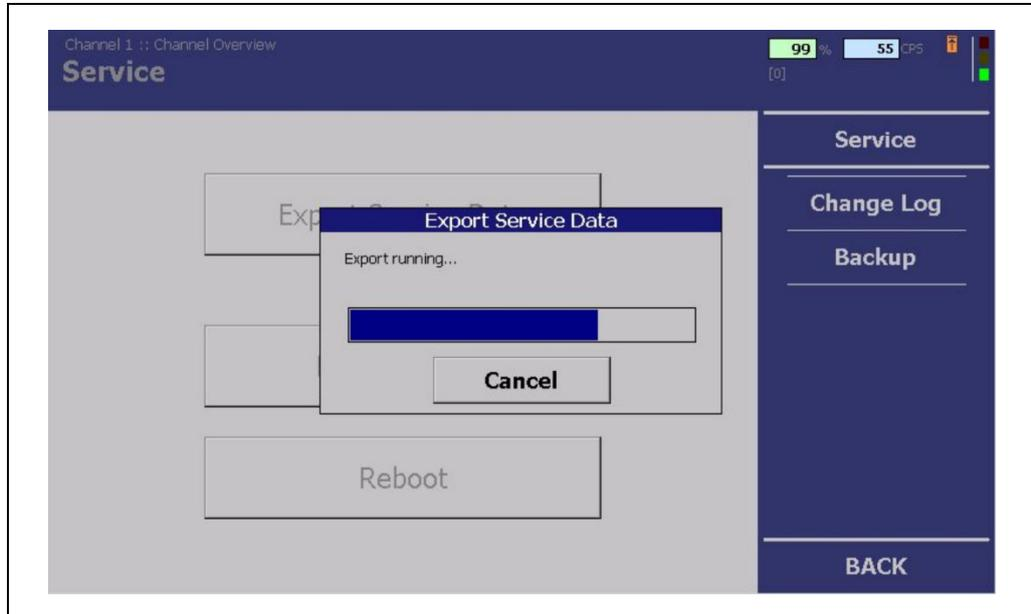

Abb. 76 Menü „Kanalübersicht“, Service - Sicherung/Wiederherstellung läuft
3. Klicken Sie auf <Einstellungen sichern> (Abb. 76, Pos. 1).
6. Klicken Sie auf <Einstellungen wiederherstellen> (Abb. 76, Pos. 2).